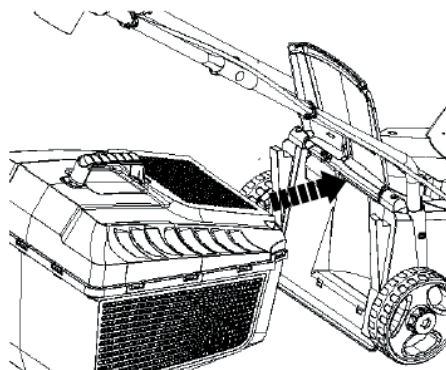

Fig. 6
4. Antes de instalar el depósito de hierba en el cortacésped, asegúrese de que el motor esté apagado y de que la cuchilla no esté girando. El depósito de hierba debe montarse en los dos ganchos del cortacésped. Abra el deflector de hierba (11) con una mano e instala con la otra mano el depósito de hierba, como se muestra en la fig. 6. El deflector de hierba se sujeta contra el depósito de hierba mediante un muelle.